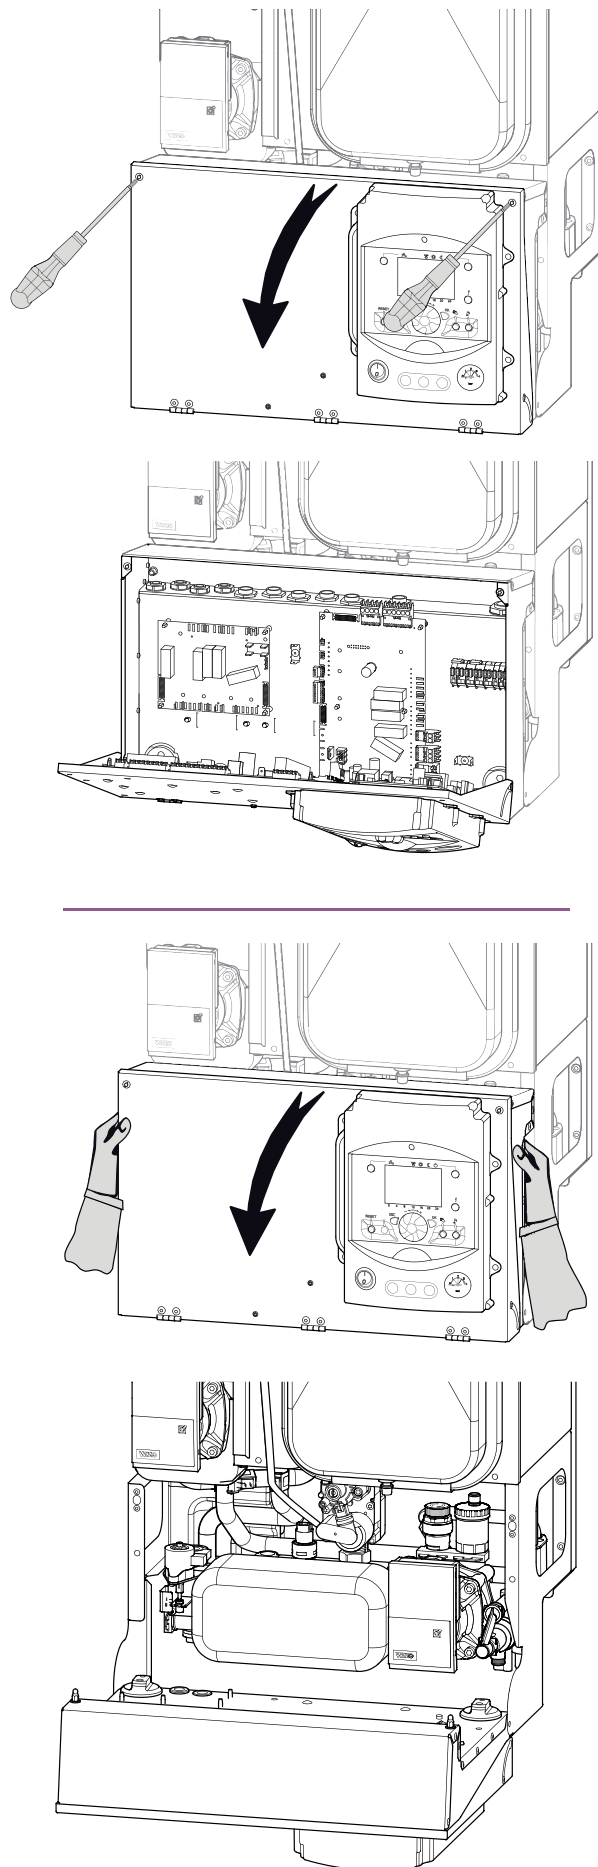

fig. 44 - Ouverture et basculement du coffret électrique
- Ouvrir le coffret électrique (fig. 44).